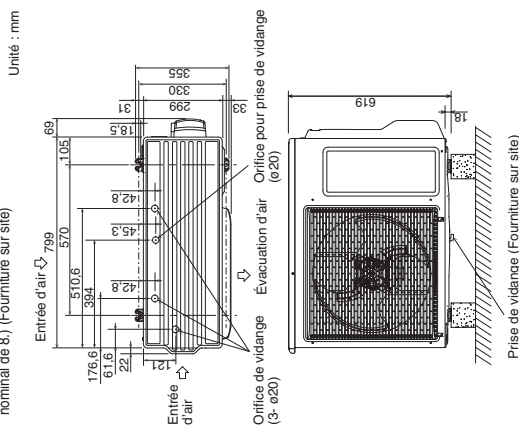

Fig. 3-1
- Pour les dimensions du boulon d'ancrage, voir la Fig. 3-1.
- Voir la Fig. 3-1.